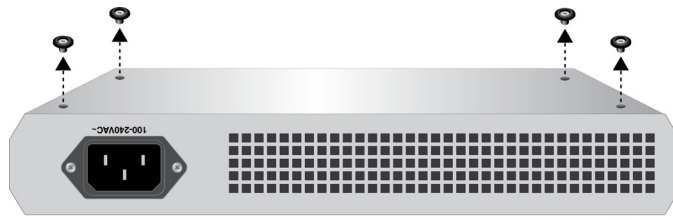

Рисунок 13. Удаление резиновых ножек
1. Если ранее на коммутаторе были закреплены резиновые ножки, переверните коммутатор вверх дном и удалите их, как это показано на рис. 13.